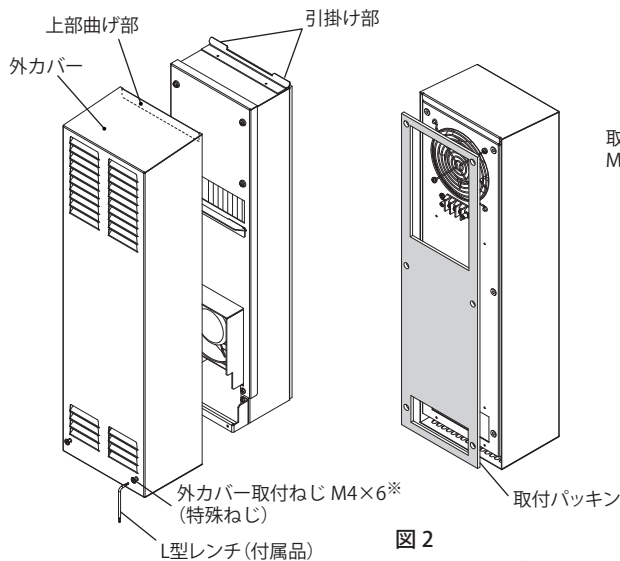

図 2
2. 外カバーの上部の曲げ部を熱交換器本体上の引掛け部にはめ込み、付属の L 型レンチ (外カバー取付ねじ用ヘキサロビュラ穴 No.8) を使用し外カバーを取り付けてください。(図 2)
3. 熱交換器本体の裏面に取付パッキンを貼り付けてください。(図 2)